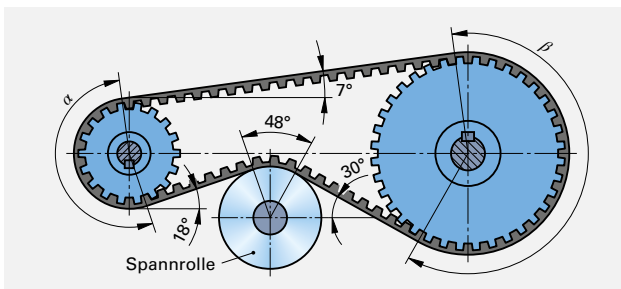

Bild 5: Zahnriementrieb
- Zahnriementrieb (Bild 5).** Wie groß sind die Umschlingungswinkel α und β des Zahnriementriebes?